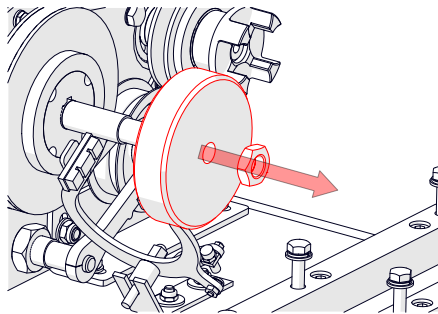

Fig. 17F - Rimuovere il disco del freno
7. Rimuovere il disco del freno [chiave da 24 mm] (Fig. 17F).